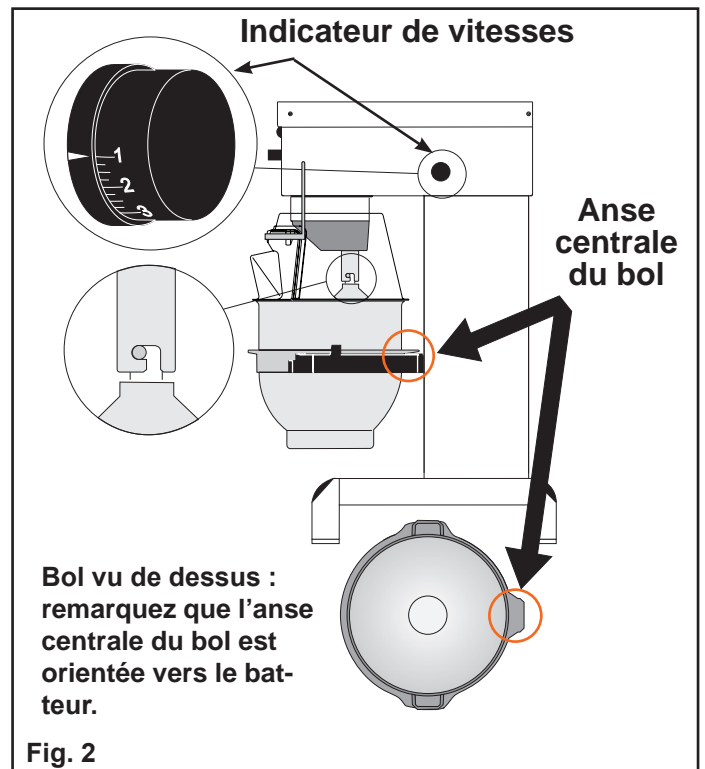

Fig. 2
Placer le bol entre les bras supports. Vérifier que le bol est poussé tout à fait au fond des supports et que la partie centrale de l'anse est orientée vers le batteur (**fig. 2**). Positionner l'outil sur l'arbre de baïonnette. L'axe de l'outil doit rentrer totalement dans le trou de baïonnette en la faisant tourner. Fermer la grille de sécurité.
- F** Appuyer sur **↑** et **↓** jusqu'à avoir trouvé la vitesse désirée; noter la vitesse de l'indicateur situé sur le côté du batteur (**fig. 2**). Voir également « **Vitesses max. recommandées** » (**fig. 1**).